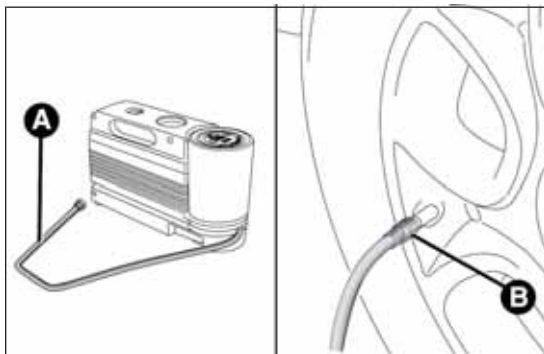

fig. 165
- ☐ **Accionar el freno de mano.** Aflojar el capuchón de la válvula del neumático, extraer el tubo flexible de llenado A fig. 165 y apretar la corona B en la válvula del neumático;